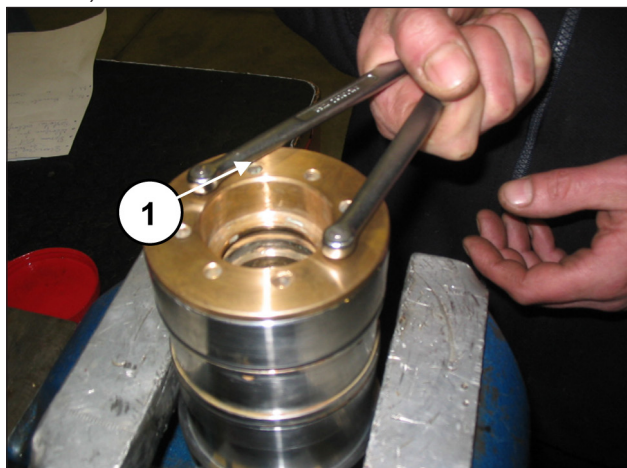
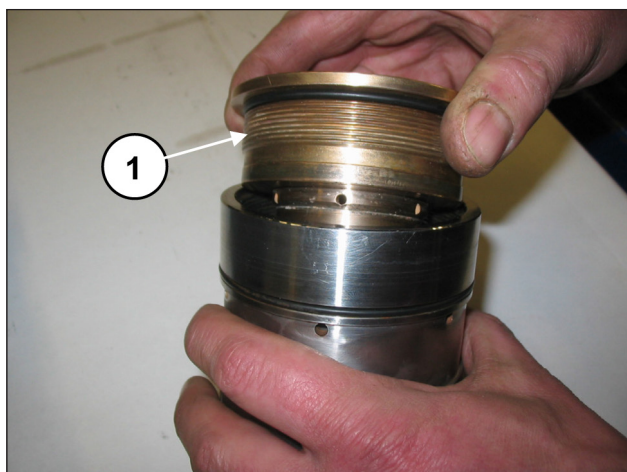

Рис. 145
Рис. 146
Отделите опору уплотнений от рубашки с помощью регулируемого вилочного ключа с круглыми накладками Ø5 (поз. ①, Рис. 145), имеющегося в свободной продаже, и вывинтите опору до полного ее извлечения (поз. ①, Рис. 146).